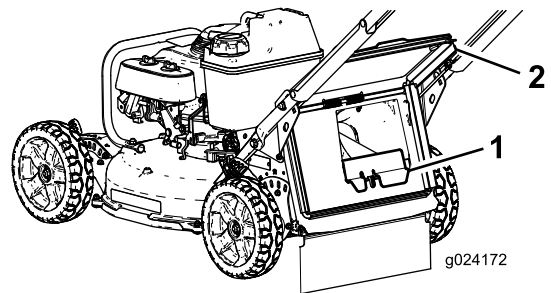

Figure 21
- Si l'obturateur de goulotte arrière n'est pas en place, saisissez-le par la poignée, soulevez le volet arrière, et insérez-le dans la goulotte arrière jusqu'à ce que le verrou s'enclenche; voir Figure 21.
3. Retirez l'obturateur d'éjection arrière en appuyant sur le verrou avec le pouce et en tirant l'obturateur hors de la machine (Figure 21).